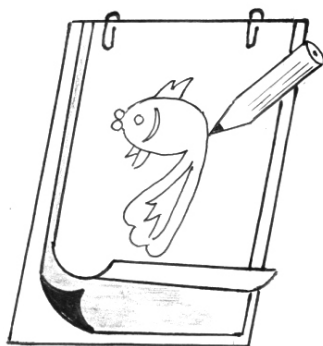

Рис. 12. Розмічання через копіювальний папір
*Розмічання під копірку.* Іноді доводиться розмічати вироби, переносячи зображення з кальки (рис. 12). У цьому разі використовують копіювальний папір. Аркуш паперу кладуть на стіл, зверху — копіювальний папір темнішим боком на заготовку, а потім накладають ескіз і все скріплюють канцелярськими скріпками. Ескіз акуратно обводять простим олівцем.